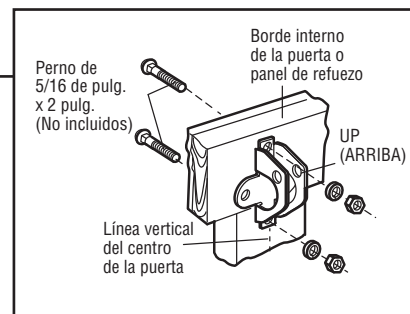

Figura 4
- Puede usar los agujeros laterales o superior e inferior de la ménsula. Haga los agujeros correspondientes de 5/16 de pulg. en la puerta y fije la ménsula con tornillos de 5/16 de pulg.x2 pulg., arandelas de presión y tuercas (no incluidos). (Figura 4)